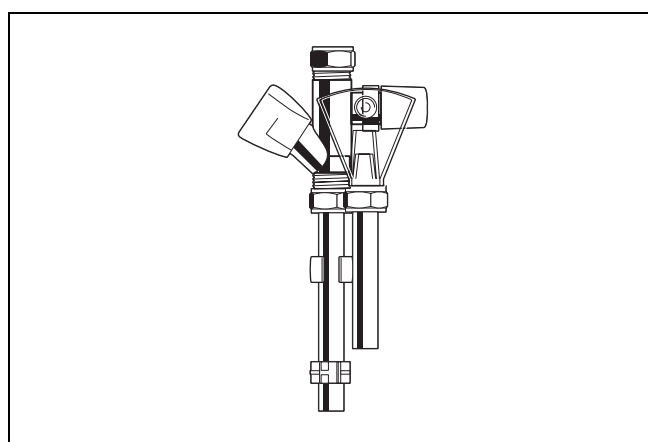

fig. 9 Sikkerhedsaggregat med indbygget kontraventil
- Sikkerhedsaggregatet (fig. 9) med indbygget kontraventil monteres i koldt vandstilgangen. Hermed er varmtvandsinstallationen beskyttet mod høje tryk i vandudvidelsen.